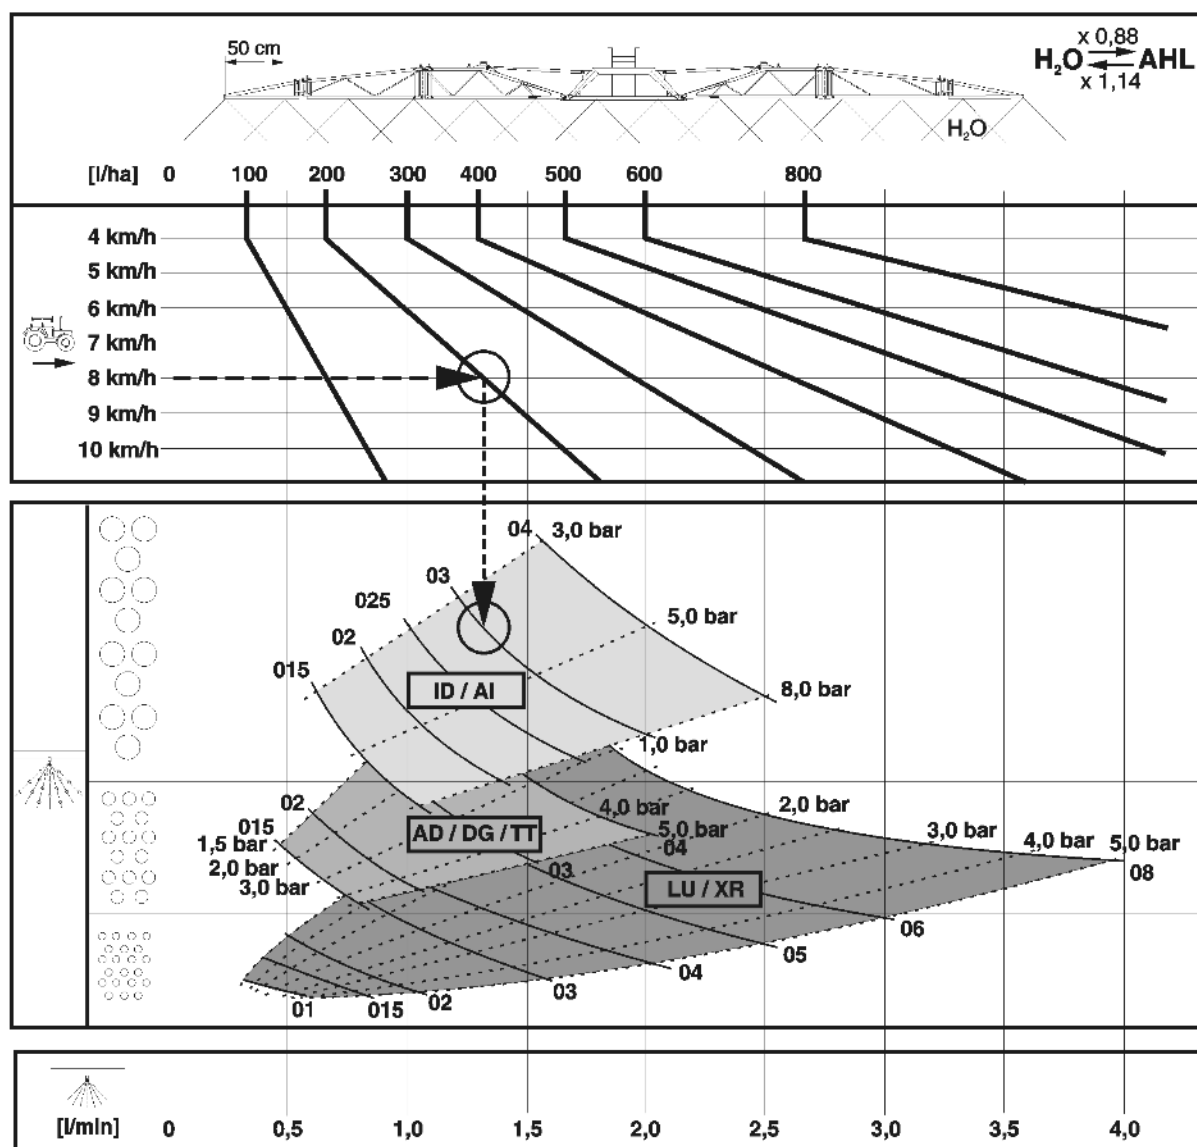

Fig. 180
- Fig. 180 brukes til å finne en egnet dysetype. Dysetypen bestemmes ut fra